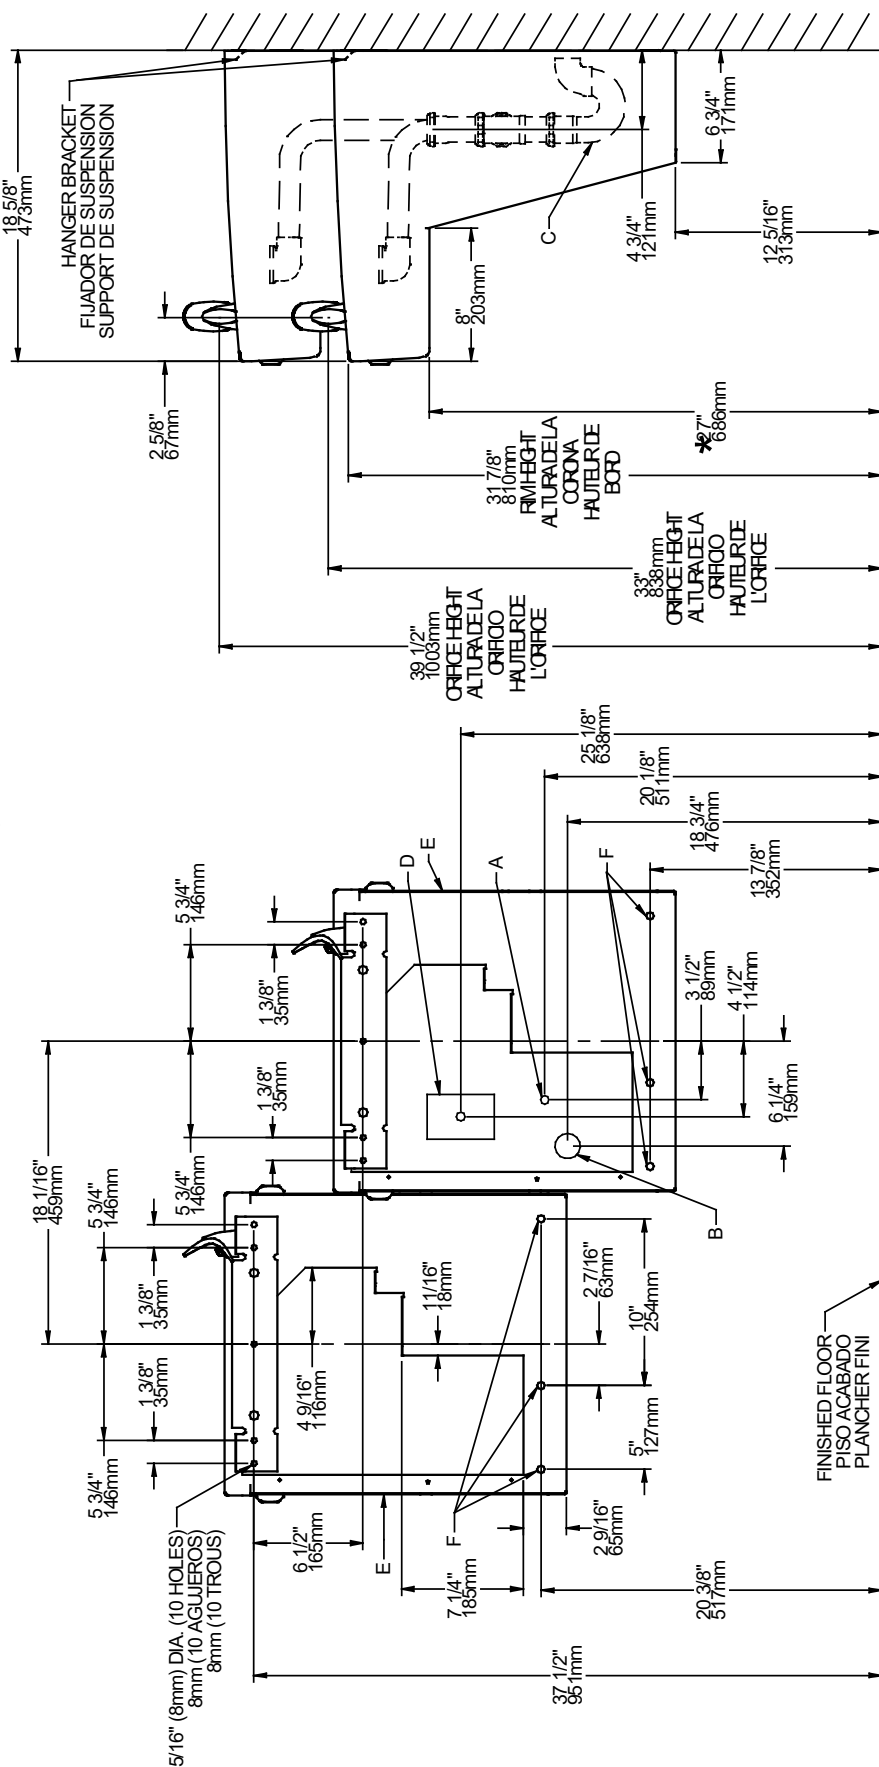

FIG. 2
- 1) Remove hanger bracket fastened to back of cooler by removing one (1) screw.
- 2) Mount the hanger bracket and trap as shown in Figure 2.
- Anchor hanger securely to wall using all five (5) 5/16" dia. mounting holes.
- 1) Quite el fijador de suspensión sujetados a la parte posterior del enfriador quitando un (1) tornillo.
- 2) Monte el fijador de suspensión y quite el purgador como se muestra en la Fig. 2.
- Ancle el suspensor de forma segura a la pared usando todos los cinco (5) agujeros de montaje de 5/16" de diámetro.